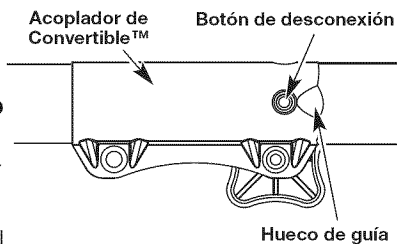

Fig. 5
**NOTA:** La alineación del botón de desconexión con el hueco de guía facilitará la instalación (Fig. 5).
2. Opima y sostenga el botón de desconexión (Fig. 5).